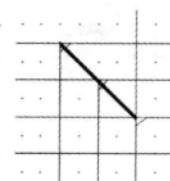

图 4-32 快速放置 T 节点
- EPLAN 提供快速放置符号的方法。在放置“T 节点”时，在第一个位置按住鼠标左键，拖拽到第 3 个点的位置，可以快速放置连接符号，如图 4-32 所示。